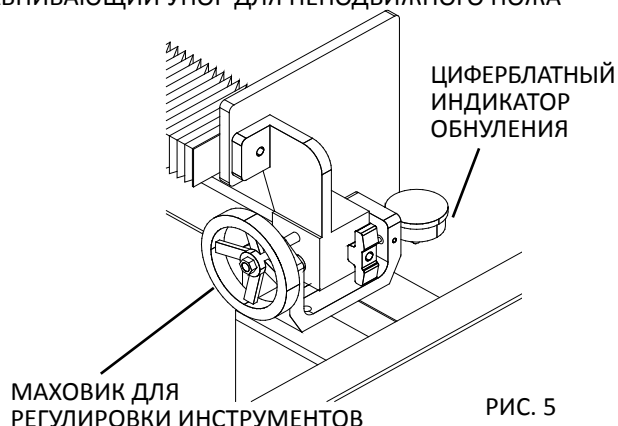

РИС. 5
**ПРАВСТОРОННИЙ РЕГУЛЯТОР ВЫРАВНИВАНИЯ ИНСТРУМЕНТОВ (РИС. 5)**